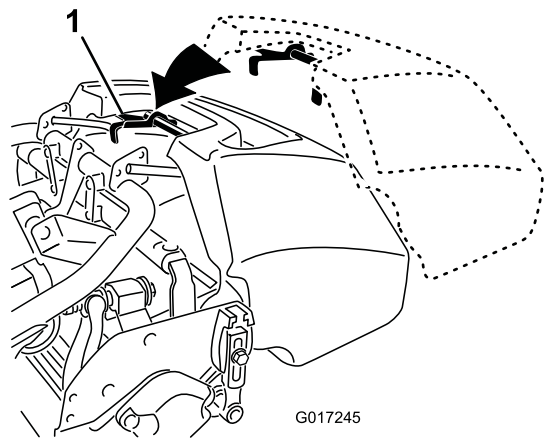

Figura 19
1. Sujete el recogedor por el asa (Figura 19).
2. Guíe el reborde del recogedor entre las chapas laterales de la unidad de corte y por encima del rodillo delantero (Figura 19).
3. Instale los ganchos del recogedor sobre el tubo del bastidor (Figura 19).